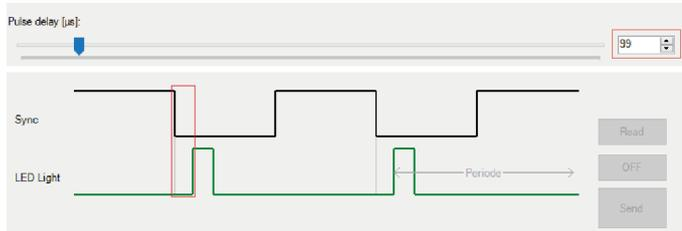

Abbildung 51: Pulse delay
- Pulse delay [μ s] Pulsverzögerung einstellen (Abbildung 51, Seite 60).